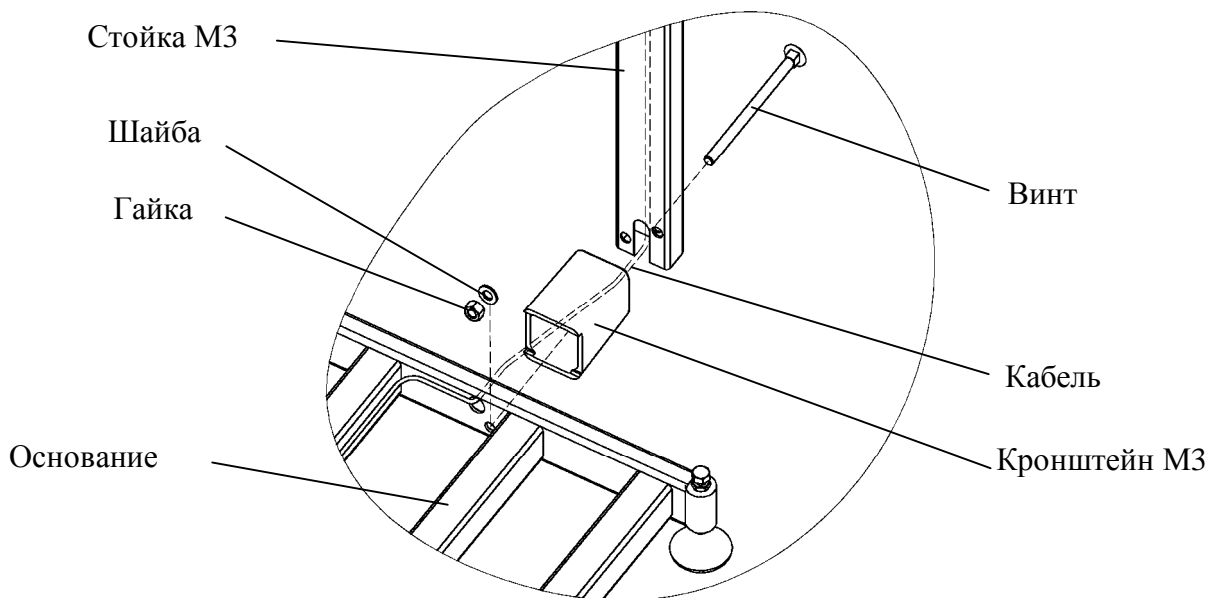

Рис. 6.4 - Крепление прямоугольной стойки к основанию весовой платформы ТВ-М\_
- протянуть кабель весовой платформы через кронштейн и стойку (Рис. 6.4);